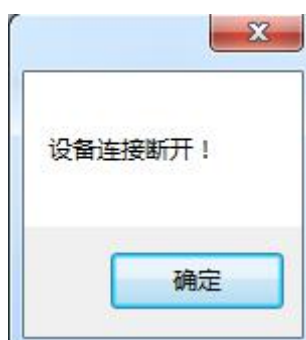

图 3.1.17 断开连接
(4) 连接成功后,点击【确定】或者关闭弹窗,配置准备工作完成。
(5) 软件与扫描仪建立连接后, 点击  断开连接可以断开与扫描仪的连接, 断开连接成功弹框提示, 如图 3.1.17。断开连接后, 点击  可重新建立连接。